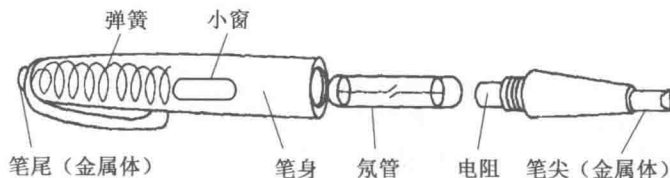

图 1-1 低压验电器的结构
(1) 使用低压验电器之前,首先要检查其内部有无安全电阻、是否有损坏,有无进水或受潮,并在带电体上检查其是否可以正常发光,检查合格后方可使用。低压验电器的结构如图 1-1 所示。